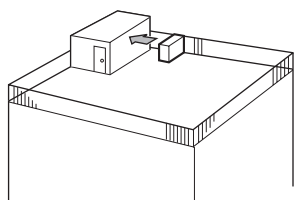
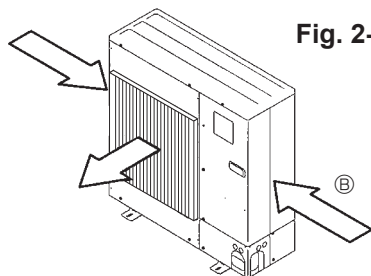

Fig. 2-3
Fig. 2-5
- ① Coloque la salida de aire de frente a la pared más próxima a una distancia de unos 50 cm, 19-11/16 inch de ella. (Fig. 2-3)
- ② Si la unidad está situada en un lugar expuesto a vientos fuertes como huracanes que puedan entrar en la salida de aire coloque una guía para la salida de aire o una guía de aire.
- ③ Coloque la unidad de manera que la salida de aire sople en dirección perpendicular a la dirección estacional del viento, si la conoce. (Fig. 2-5)